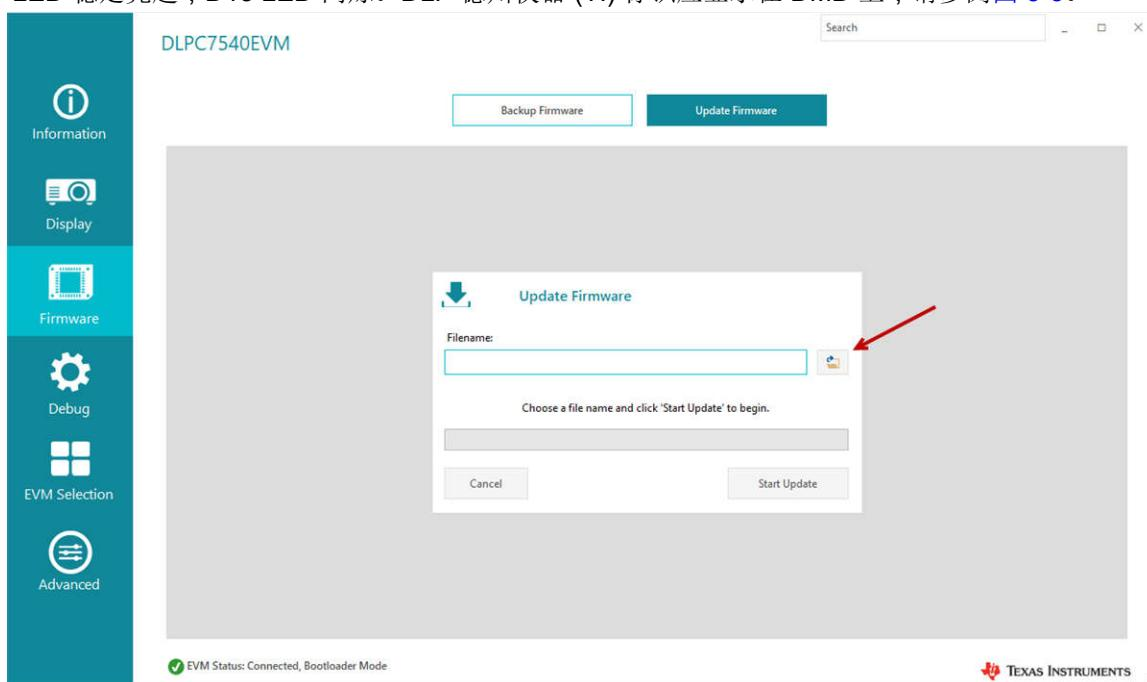

图 3-4. 加载闪存映像
- a. 转到“固件”屏幕，选择“更新固件”选项卡。单击文件夹图标，根据连接到 DLPC7540EVM 的实际 DMD 来浏览适用的固件。选择固件映像文件后，点击 **Start Update**；请参阅图 3-4。